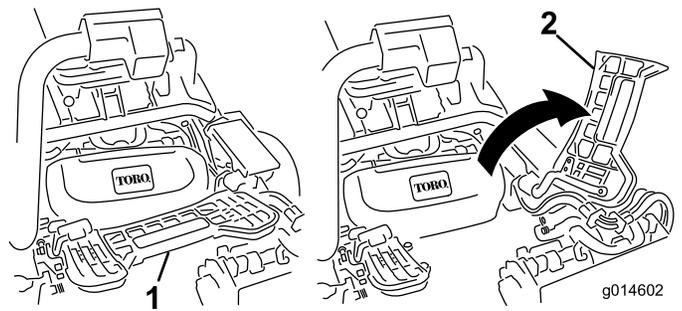

图29
1. 提起搁脚板并翻开，以便接触到中间滚刀组位置（图29）。